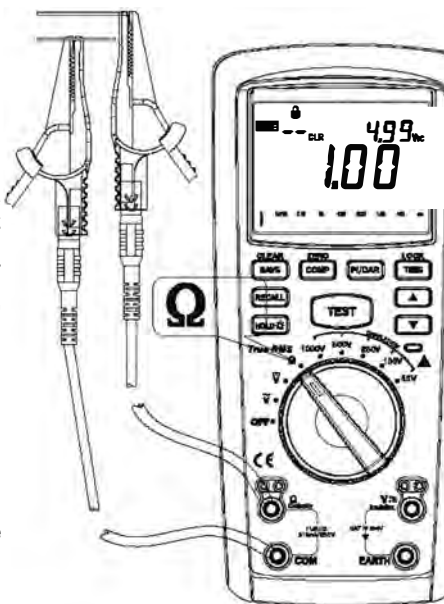

Figure 6
3. Mesure de faible résistance (voir Figure 6) ①
- ① Insérez le cordon rouge dans la borne " Ω ", avec la pince crocodile à l'autre extrémité; et